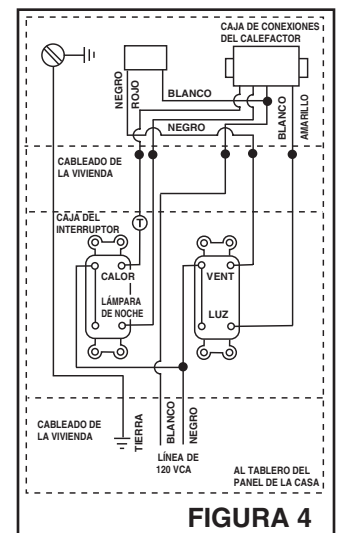

FIGURA 4
Vea la figura 4.
3. Cuando se use un interruptor de termostato o temporizador, conecte en el punto marcado con "T" en la figura 4.